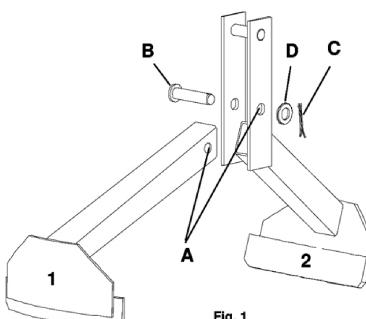

Fig. 1
2.1. La pinza alzavidones se envía desmontada, por lo que es necesario montar las dos partes (1 y 2), haciendo coincidir los orificios (A). Inserte a continuación el eje (B), coloque la arandela (D) e introduzca el pasador (C) en el orificio del eje, doblándolo para impedir que se salga el eje. La pieza(1) debe pivotar libremente (fig.1).